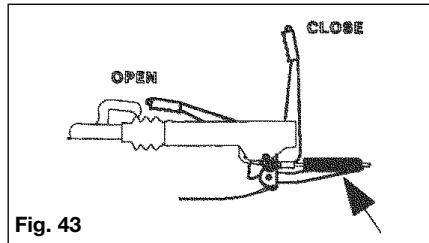

Fig. 43
**Handbrake Lever With Spring Cylinder (Fig. 43)**